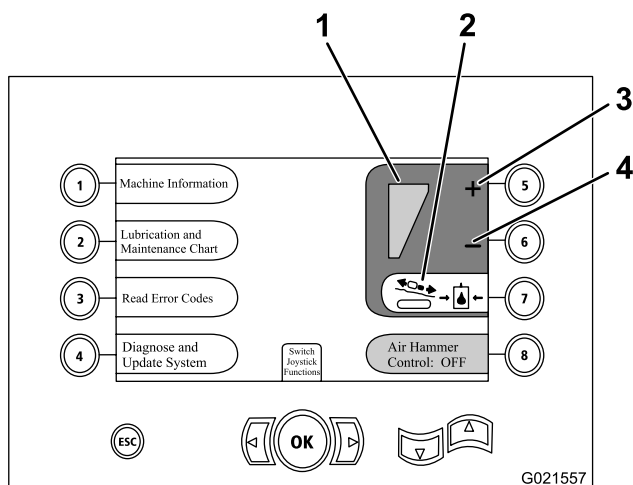

Figura 70
1. Pressione o botão 7 na tela para colocar a pressão do sistema de translação na posição Habilitada (verde), como mostrado na Figura 70.